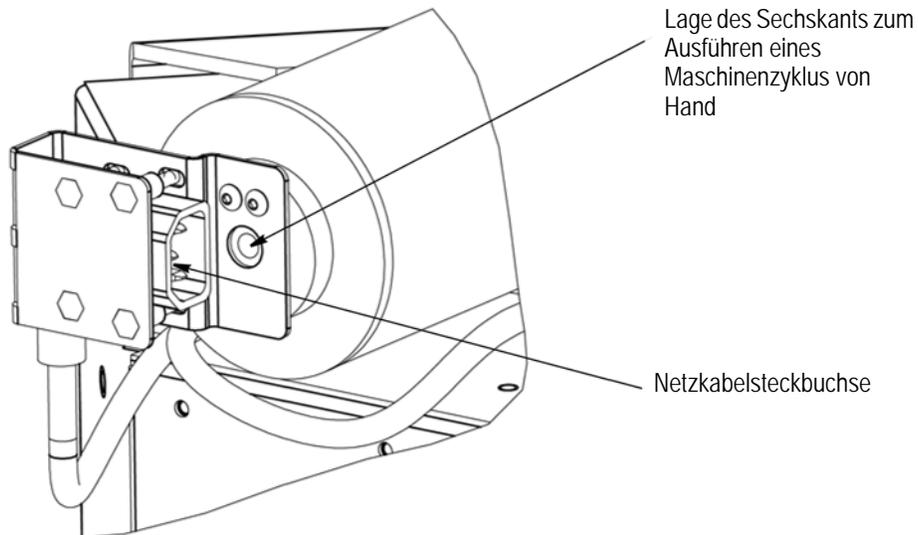
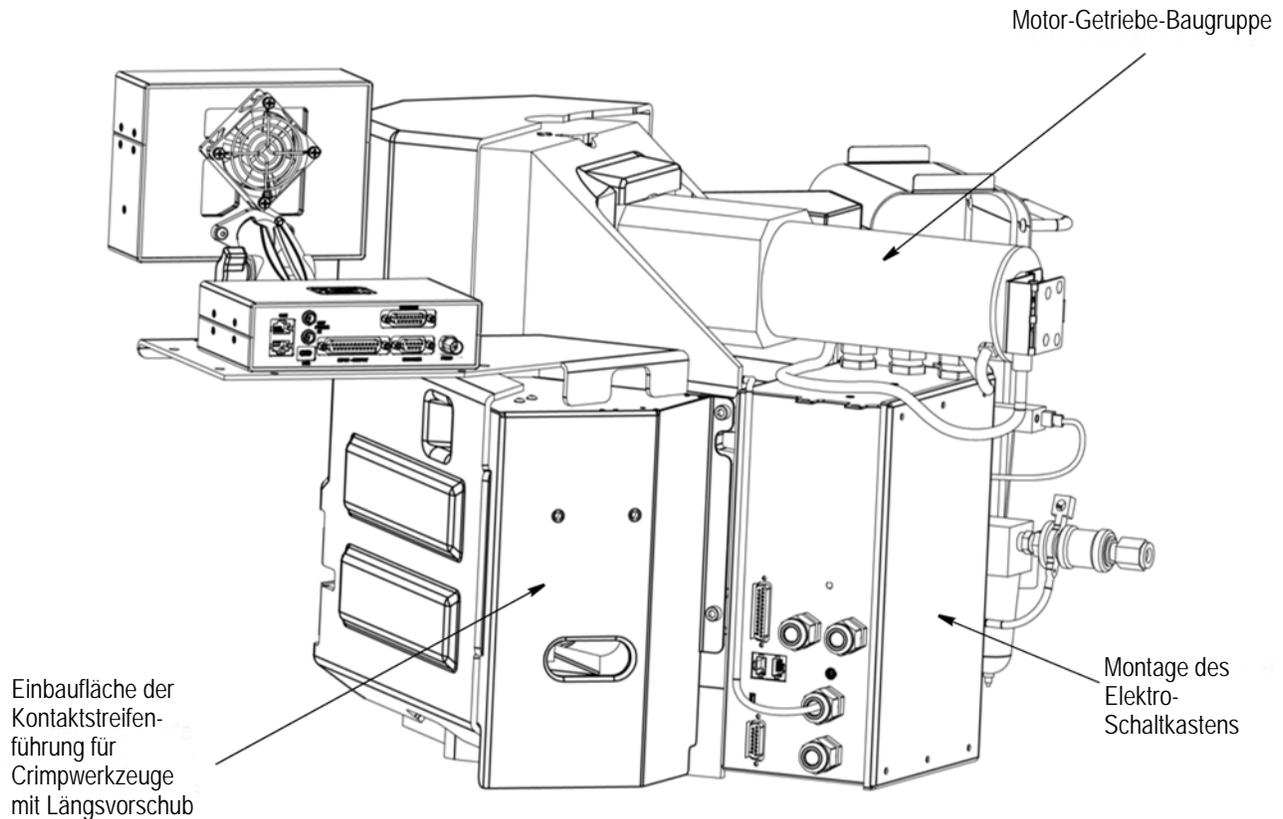

Abbildung 3
Abbildung 4
1. Zur **Motorbaugruppe** gehört ein Gleichstrommotor zum Antrieb einer Kurbelwelle. Siehe Abbildung 3 und Abbildung 4. Der Motor wird in jedem Crimpzyklus aktiviert. Die Kurbelwelle wird dabei eine komplette Umdrehung gedreht. Am Motorende ist ein Innensechskant angebracht, über den der Motor von Hand gedreht werden kann. Der Sechskant ist nach Abziehen des Netzkabels an der Rückseite des Motors zugänglich.
Ziehen Sie den Sechskantschlüssel wieder ab, stecken Sie das Netzkabel wieder ein und setzen Sie die Maschine wieder in Betrieb. Die Maschine läuft erst wieder nach Einstecken des Netzkabels. Siehe Abbildung 3.